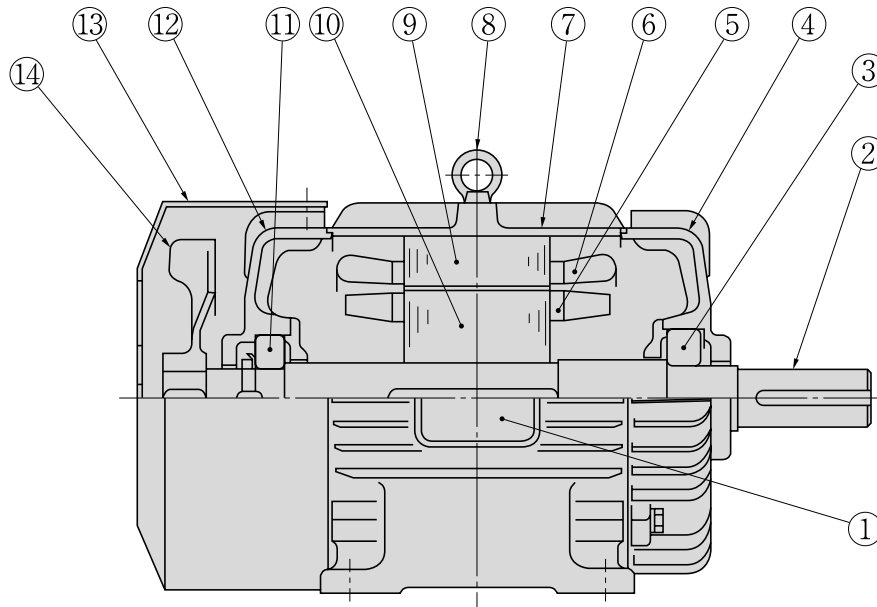

図9 全閉外扇かご形モータの構造例
(3) 給排脂手順 (図17およびP16 図9の構造図を参照ください)
- ① 排出口のプラグをはずして古いグリースを排出し、グリースニップルから新しいグリースを運転中に補給してください。(停止中の補給は、グリースの交換が不十分になります。)
- ② グリース注入後、約10分間運転してから排出口のプラグを締めてください。